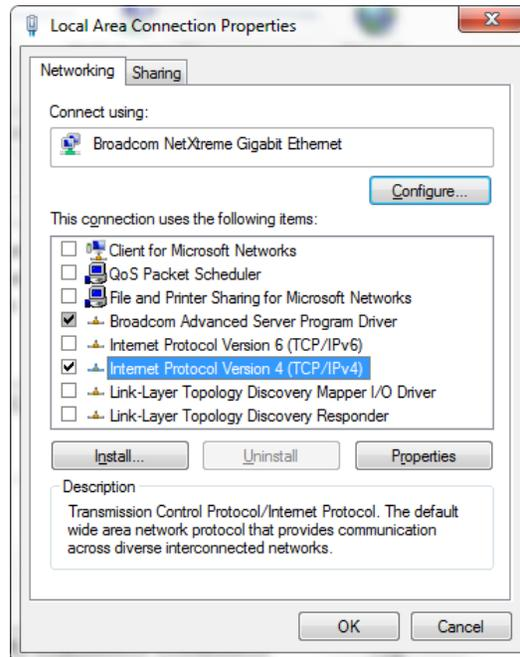

Abbildung 66: Auswahl der Netzwerkverbindung
- 13) Doppelklicken Sie auf der Registerkarte **Networking** (Netzwerk) im Fenster **Local Area Connection Properties** (Eigenschaften von LAN-Verbindung) auf den Eintrag **Internet Protocol Version 4 (TCP/IPv4)** (Internetprotokoll Version 4 (TCP/IPv4)), oder klicken Sie auf **Properties** (Eigenschaften). Siehe *Abbildung 66*.